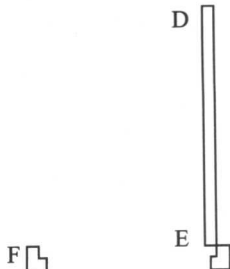

图 1-3 旋转图形
Step 4 运行菜单命令【修改】|【旋转】，将刚绘制的矩形以 C 点为基点，旋转 -90° ，结果如图 1-3 所示。